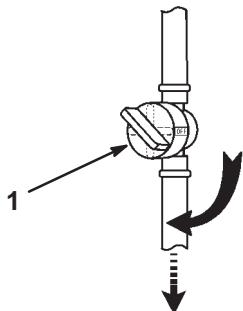

Figure 9
- Ouvrez l'arrivée de carburant (Fig. 9) située entre le réservoir de carburant et le moteur. La poignée doit être parallèle au flexible d'alimentation.